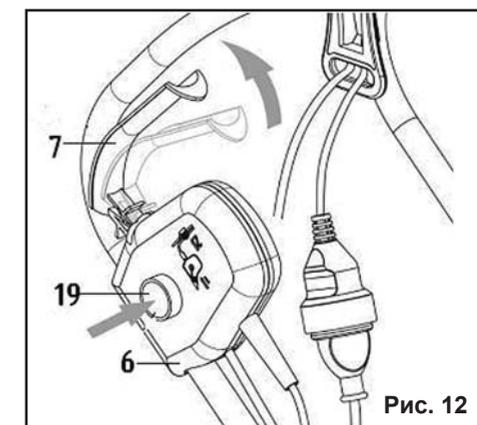

Рис. 12
8.2.2. Вставьте удлинитель в паз держателя (15), и изогнув кабель петель, закрепите его за крючок держателя (15), как показано на Рис.12.